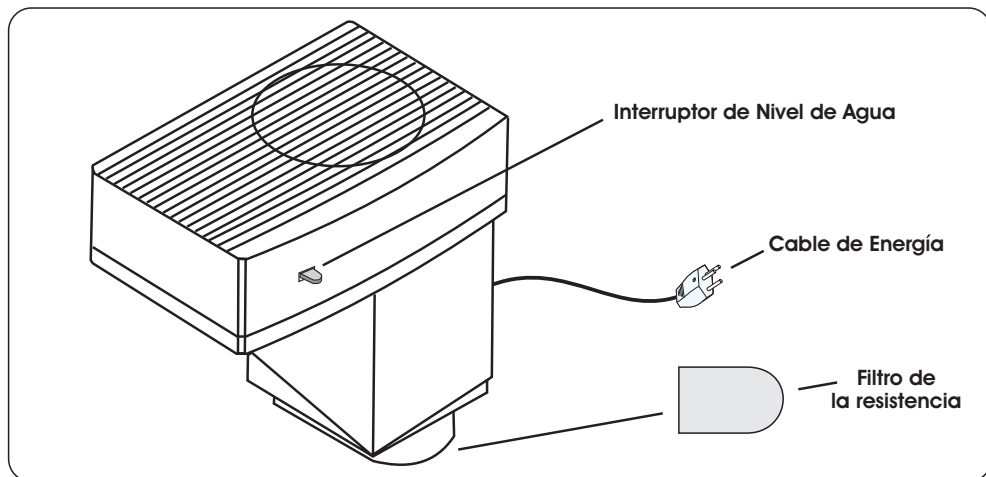

Fig. 4
- **INTERRUPTOR DE NIVEL DE AGUA** - Dispositivo (Fig. 4, pág. 7) cuya función es apagar el equipo en los siguientes casos: